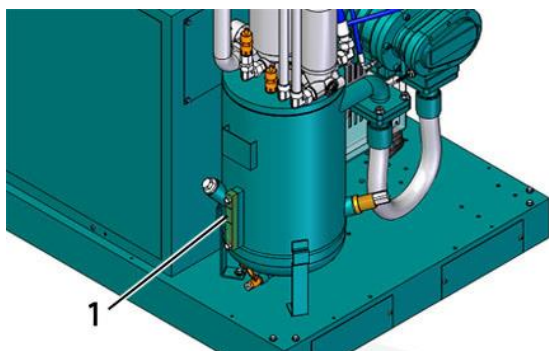

图 27：观油镜
3. 请检查观油镜（图 27/1）并确认冷却液是否于标准液位。